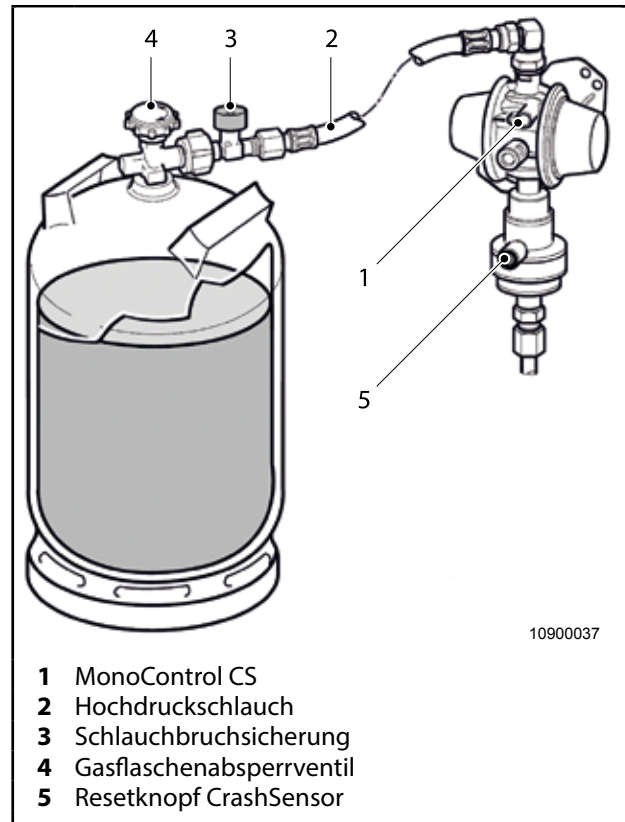

Abb. 17 Truma MonoControl CS
Für den Anschluss der Gasflasche an die Truma MonoControl CS (Abb. 17, Pos. 1) ist ein Hochdruckschlauch (Abb. 17, Pos. 2) mit Schlauchbruchsicherung (Abb. 17, Pos. 3) zwingend erforderlich.
1. Gasflaschenabsperrentil (Abb. 17, Pos. 4) öffnen.
2. Grüne Taste Schlauchbruchsicherung (Abb. 17, Pos. 3) kräftig drücken.
3. Ggf. – z. B. nach Neueinbau oder versehentlichem Gegenschlagen der Gasflasche an die MonoControl CS – zur Rücksetzung des CrashSensor-Auslöseelements den grünen Resetknopf (Abb. 17, Pos. 5) drücken.
1. Gasflaschenabsperrentil (Abb. 17, Pos. 4) der leeren Gasflasche schließen.
2. Hochdruckschlauch (Abb. 17, Pos. 2) von der Gasflasche abschrauben. Falls vorhanden, Aufsteckadapter abnehmen.
4. Hochdruckschlauch (Abb. 17, Pos. 2) an die Gasflasche anschrauben. Falls vorhanden, Aufsteckadapter aufstecken.
5. Gasflaschenabsperrentil (Abb. 17, Pos. 4) der vollen Gasflasche öffnen.
6. Grüne Taste Schlauchbruchsicherung (Abb. 17, Pos. 3) kräftig drücken.